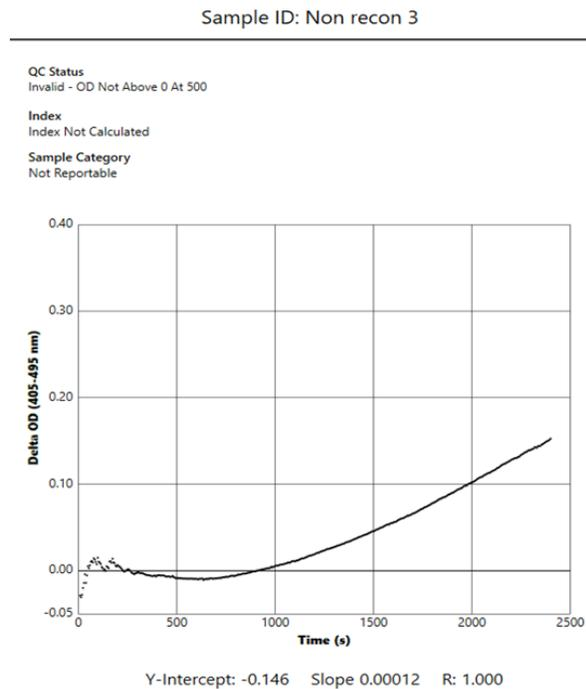

Figura 18. Informe Resultados de la prueba de BG Analytics® de una muestra con estado del CC no válido: Trazado de la cinética
- Trazado como Delta OD (405 —495 nm) vs. Tiempo (s) con los valores de ordenada en el origen, pendiente y R determinados entre 1900 y 2400 segundos para permitir análisis posteriores de la muestra (ver **Sección 8 Resolución de problemas** para obtener más información). En la Figura 18 se muestra un ejemplo de una muestra con un estado de CC no válido.